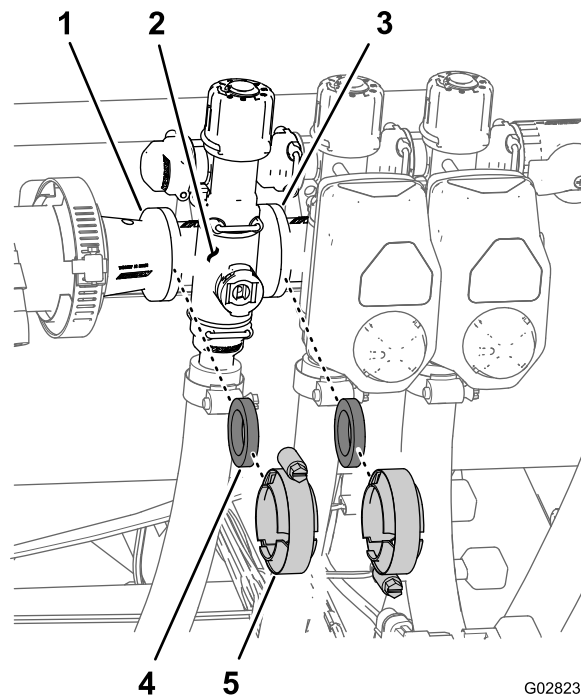

图 119
- 拆下将喷洒臂段阀歧管图 119 固定至相邻喷洒臂段阀如左喷洒臂段阀和异径管连接头的夹具和垫片。